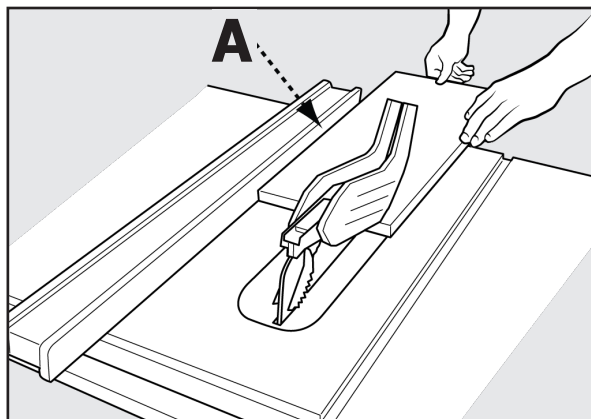

FIGURA 28
8. Sujete la pieza de trabajo horizontalmente sobre la mesa y contra la guía (A). La pieza de trabajo debe tener un borde recto contra la guía y no debe estar deforme, torcida ni doblada. Vea la posición correcta de las manos en la Figura 28.